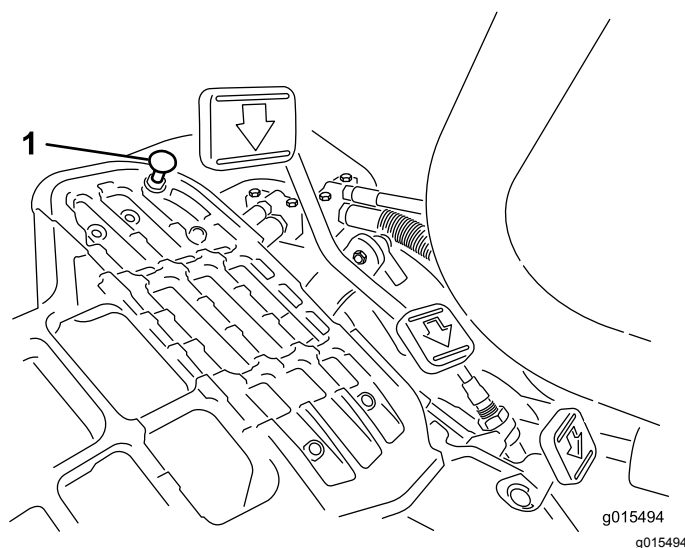

Figura 54
Premete il comando della trazione. Se il pedale tocca il fermo (Figura 54) prima che avvertiate la tensione sul cavo:
1. Allentate i dadi di bloccaggio flangiati che assicurano il fermo del pedale al pianale (Figura 54).